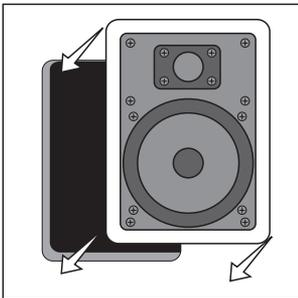
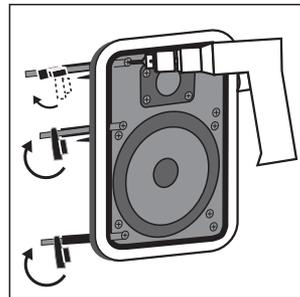

FIGURE 13
FIGURE 14
- Loosen the rotating wall clamps by unscrewing them. Make sure that the rotating wall clamps are flipped inwards so that your speaker fits into your cutout without nicking your wall. Then place the speaker carefully into the cutout [figure 13]. If you have a level, use it to help you correctly align the speaker. Tighten the wall clamp screws with a screwdriver. This will rotate the wall clamps and secure the speaker to the wall. Hint—on the TC615*i* model, tighten the CENTER SCREWS BEFORE TIGHTENING THE CORNERS FOR THE MOST FLUSH FIT TO YOUR WALL. **DO NOT OVERTIGHTEN THE WALL CLAMP SCREWS** [figure 14].
- Desserrez les crampons rotatifs en les dévissant. Assurez-vous que les crampons rotatifs sont dirigés vers l'intérieur de façon à ce que votre haut-parleur puisse pénétrer l'embrasure sans érafler le mur ou le plafond. Placez ensuite délicatement le haut-parleur dans l'embrasure [figure 13]. Alignez correctement le haut-parleur à l'aide d'un niveau. Resserrez les vis des crampons avec un tournevis; cela fera tourner les crampons qui fixeront solidement votre haut-parleur au mur ou au plafond. Conseil: pour le modèle TC615i **RESSERREZ LES VIS DU MILIEU AVANT DE RESSERRER LES VIS DES COINS—LE HAUT-PARLEUR SERA AINSI MIEUX AFFLEURE. NE SERREZ PAS TROP LES VIS DES CRAMPONS** [figure 14].